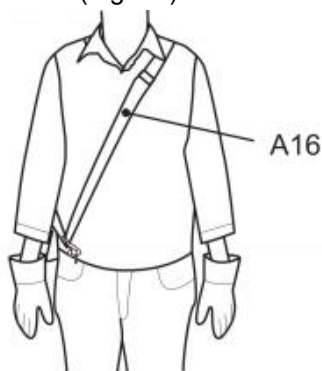

Fig. 33
2. Posizionare l'imbracatura (A16) in modo che passi sopra la spalla sinistra, incrociando il petto e la schiena. La clip di fissaggio (A18) deve trovarsi sul fianco destro (Fig. 33).